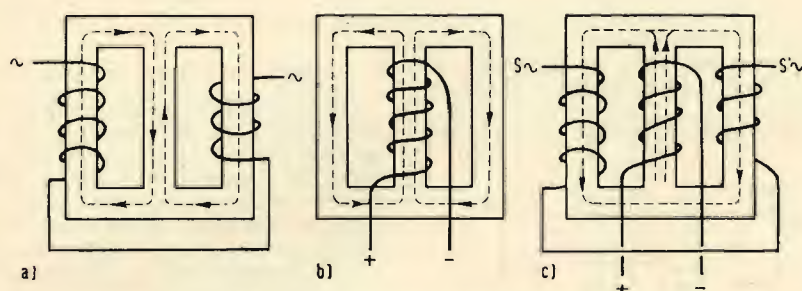
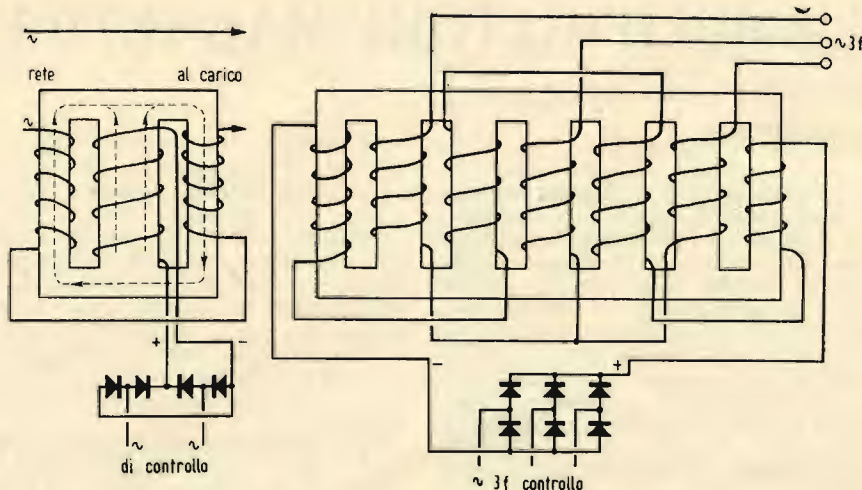
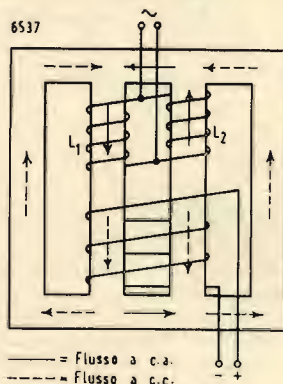
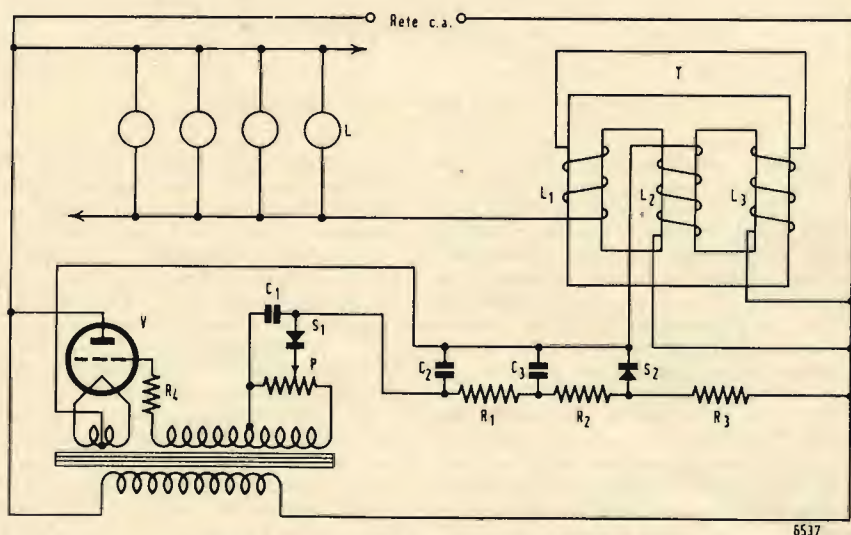

Fig. 1. - Costituzione del trasduttore.
Fig. 3. - Trasduttore monofase e trifase.
Fig. 4. - Trasduttore a bassa dispersione.
Fig. 5. - Trasduttore Brevetto USA N. 2027239.
Fig. 1. - Curva di risposta dell'amplificatore di B.F. per tensione di entrata costante di 0,7 V (da notare l'avvallamento a circa 350 Hz corrispondente alla risonanza della massa d'aria contenuta nel mobiletto).
dei capi relativi: un flusso magnetico si genera nel nucleo, e il tratteggio ne sta ad indicare il percorso; nella colonna centrale si hanno direzioni opposte di flusso che pertanto si annulla; nella colonna laterale non si ha quindi flusso magnetico, limitandosi questi al solo percorso periferico. Si consideri ora la fig. 1 b, dove è raffigurato lo stesso nucleo, ma con una bobina avvolta sulla colonna centrale e alimentata da corrente continua; si ha in questo caso un flusso magnetico che uscendo dalla colonna centrale si suddivide in due parti uguali che percorrono le colonne laterali. In fig. 1 c si abbia ancora lo stesso nucleo
Richiamandoci alla fig. 1 c, si supponga d'inserire in un circuito d'alimentazione a c.a. i capi S ed S' delle bobine laterali, mentre nell'avvolgimento della colonna centrale non circola corrente; il dispositivo si comporta come una semplice reattanza avente un'induttanza L in serie con una resistenza R (resistenza propria dell'avvolgimento).
Il funzionamento dei trasduttori magnetici è illustrato nella forma più semplice in fig. 1 a-b-c, dove sul nucleo a tre colonne di fig. 1 a si vedono simbolicamente rappresentate due bobine sulle colonne laterali, fra loro avvolte in senso opposto, e collegate in serie. Si supponga di far passare una corrente alternata in dette bobine applicando una f.e.m. alternativa ai
Per ridurre al minimo la dispersione (dovuta al fatto che il flusso magnetico viene spinto parzialmente fuori dal ferro per effetto dell'aumentata riluttanza in presenza del flusso continuo) è opportuno costruire gli avvolgimenti a c.a. e a c.c. il più vicino possibile. In fig. 3 sono riportati a titolo d'esempio due schemi completi, l'uno per circuiti monofasi e l'altro per circuiti trifasi, il funzionamento del nucleo a 7 colonne riesce intuitivo se lo si considera ottenuto combinando tre nuclei monofasi del tipo di fig. 1 c, ma con gli avvolgimenti laterali alimentati in c.c.
Le f.e.m. indotte dalla c.a. nei due avvolgimenti laterali a c.c. sono uguali e contrarie e quindi si elidono algebricamente, mentre nel caso della fig. 1 c l'elisione avveniva nel nucleo anziché negli avvolgimenti. Sia nella prima disposizione esaminata che nella seconda si hanno notevoli dispersioni, poichè gli avvolgimenti c.c. e
c.a. sono molto lontani fra loro; per ovviare a tale inconveniente si può ricorrere alla disposizione di fig. 4; il nucleo è costituito da 4 colonne di cui le 2 centrali avvolte.
Nella disposizione di fig. 4 l'azione di controllo risulta aumentata e l'inerzia magnetica ridotta. Il ritardo a cui sono soggette queste bobine fa sì che anche per variazioni discontinue della c.c. si hanno sempre regolazioni graduali; questa particolarità può essere molto utile in certe applicazioni, ma può anche costituire un inconveniente in molte altre. In fig. 5 è riportato lo schema di un trasduttore con tubo relay pilota della Westinghouse E. & M. Co-brev. USA N. 2027239, dove L sono le lampade da accendere e spegnere tramite il trasduttore T; L_1 , L_2 sono gli avvolgimenti per c.a. con funzione analoga a quelli di fig. 1 a; L_3 è l'avvolgimento a c.c. la cui tensione è controllata dal tubo a scarica V e dal cursore P.
Fig. 1. - Schema elettrico dell'oscillatore e trasmettitore di piccola potenza. Si noti che la tensione di schermo della prima valvola, una 6AC7 che oscilla in un circuito Clapp classico, è stabilizzata mediante una valvola a gas.